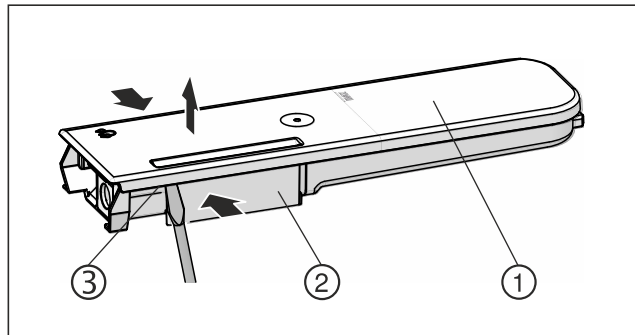

Fig. 151
- ▶ Стиснете резервоара за вода Fig. 151 (2) и внимателно откачете и изтеглете нагоре капака Fig. 151 (1) над фиксиращите палци Fig. 151 (3).
- ▶ Раздвижете капака Fig. 151 (1) леко напред-назад и го свалете нагоре.